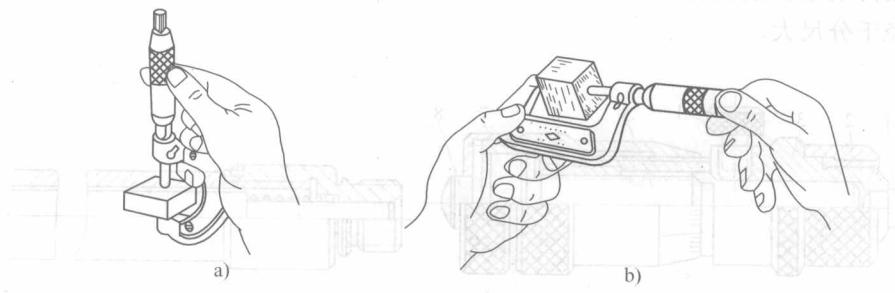

图 1-21 千分尺的使用
2) 测量时，可用单手或双手握持千分尺对工件进行测量，如图 1-21 所示。具体方法是：一般先旋转微分筒，当千分尺的测量面快要接触或刚接触到工件表面时，在旋转棘轮，当听到测力控制装置发出嗒嗒声，停止转动，最后读出读数。